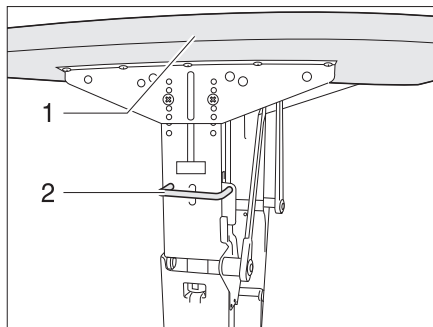

Fig. 57 Bloccaggio tavolo orientabile con telaio di metallo
- Spingere la maniglia (Fig. 57,2) verso l'alto.
- Ruotare il piano del tavolo (Fig. 57,1) formando un arco verso il basso finché la maniglia non si innesta.